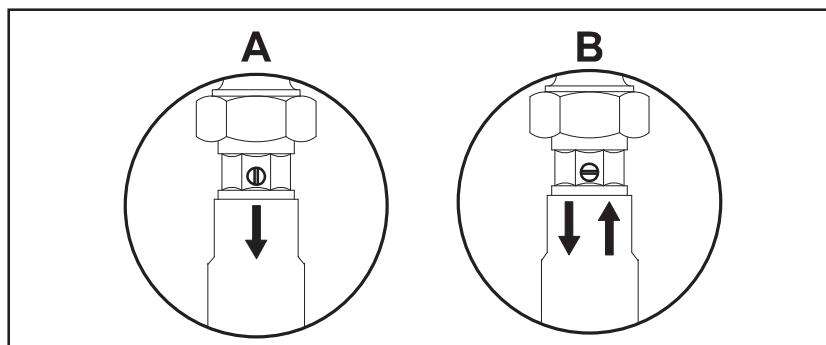
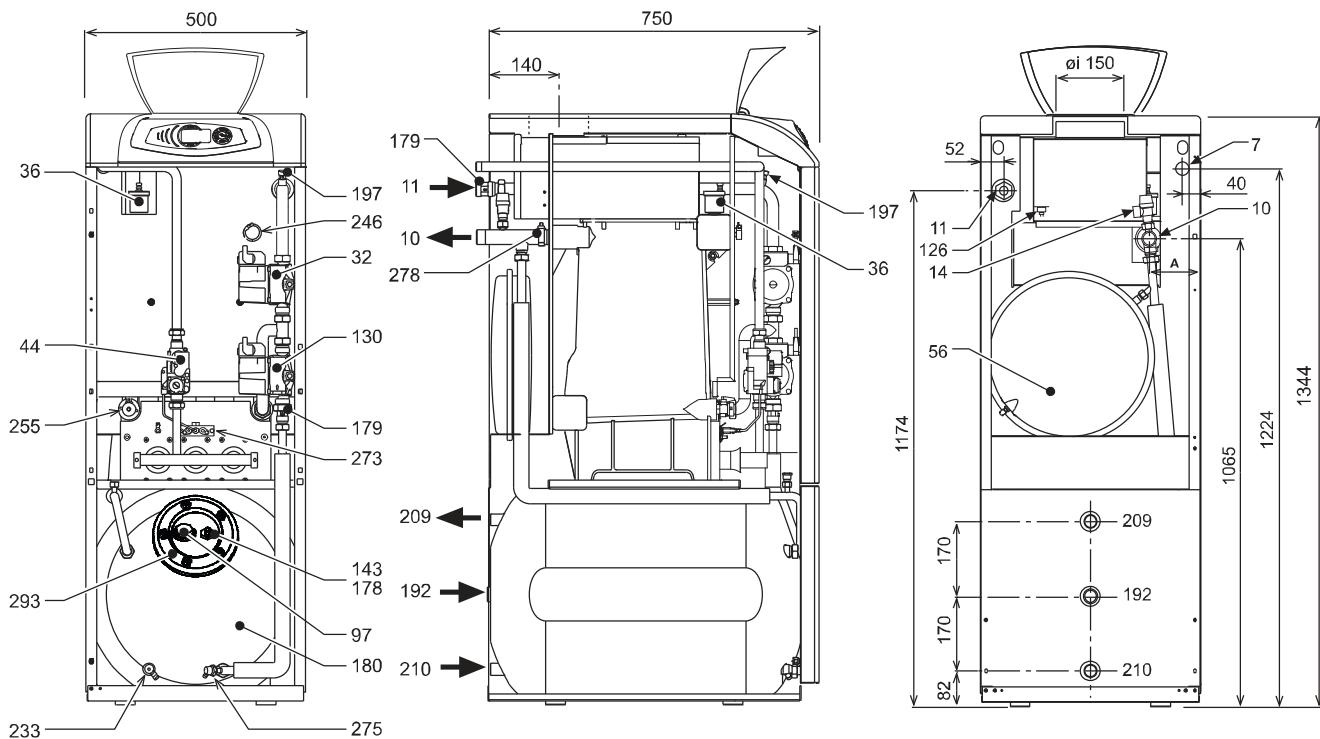

fig. 19
fig. 22
- Pour vider le ballon utiliser le robinet de vidange 233 fig. 22 après avoir fermé les soupapes de remplissage du réseau de distribution ; Utiliser comme évent un point de prélèvement d'eau chaude (évier, douche etc.).
- Pour vider complètement l'installation de chauffage, utiliser le robinet 275 fig. 22, après avoir débloqué les obturateurs des deux clapets anti-retour rep. 179 fig. 22 (voir également fig. 19). Utiliser comme évent les papillons des radiateurs.
- Pour vider uniquement l'eau contenue dans la chaudière, fermer les vannes d'arrêt et ouvrir complètement le robinet (255 - fig. 22). Débloquer ensuite les obturateurs des clapets anti-retour (179 - fig. 22). Ouvrir enfin le robinet 197 (fig. 22).
Avant de remplir de nouveau le circuit, se rappeler de fermer le robinet de vidange, les soupapes d'évent des radiateurs, et de bloquer les obturateurs des clapets anti-retour 179 fig. 22.